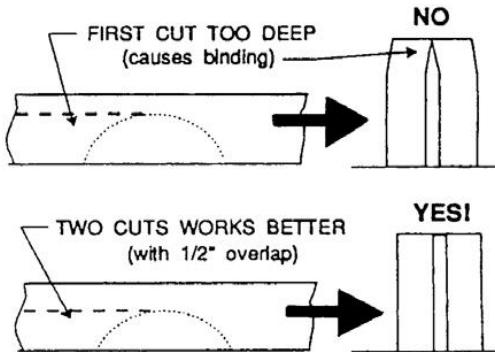

Рис. 32
- Не используйте упор для распила под углом 45 градусов и параллельный упор в одной и той же операции, если к параллельному упору не прикреплена накладка, чтобы позволить торцованной части заготовки прибывать в свободном перемещении, при торцевании следующей части (рис. 32).
Деление - операция пиления, в которой толстые доски распиливаются на несколько тонких. Узкие доски до 75мм могут быть распилены по высоте за один проход. Более толстые доски до 150мм должны быть распилены по высоте за два прохода с переворотом. В распиловке более толстых досок, установите высоту пильного диска, чтобы наложить на два пропила  $1/2"$  высоту зuba, как показано на рис. 32. Слишком глубокий первый пропил может привести к зажиманию пильного диска и возможным травмам на втором